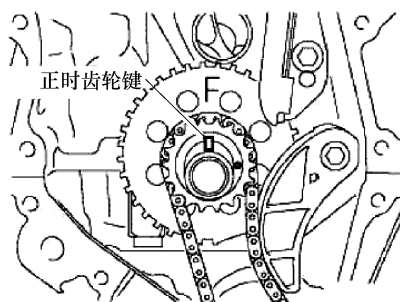

图 1-279 将正时齿轮键置于曲轴正时链轮顶部和正时标记(长方形)并安装链条。
⑦ 将减振弹簧插入调节孔，然后用螺栓安装链条张紧器盖板。
⑧ 暂时用螺栓紧固曲轴带轮。
⑨ 使用 SST，固定住曲轴带轮的同时，安装机油泵驱动轴齿轮螺母。
⑩ 拆下曲轴带轮和螺栓。
① 暂时安装曲轴带轮螺栓。
② 转动曲轴以便将正时齿轮键置于顶部，见图 1-279。